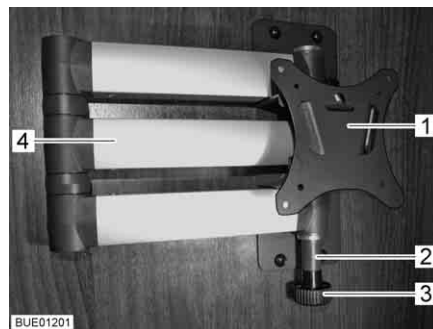

Bild 71 Halterung mit Gelenkarm
- Entriegelungsknopf (Bild 71,3) ziehen. Der Gelenkarm (Bild 71,4) ist entriegelt.
- Flachbildschirm in die Ausgangslage zurückschwenken, bis die Halterung (Bild 71,1) in die Verriegelung (Bild 71,2) einrastet.